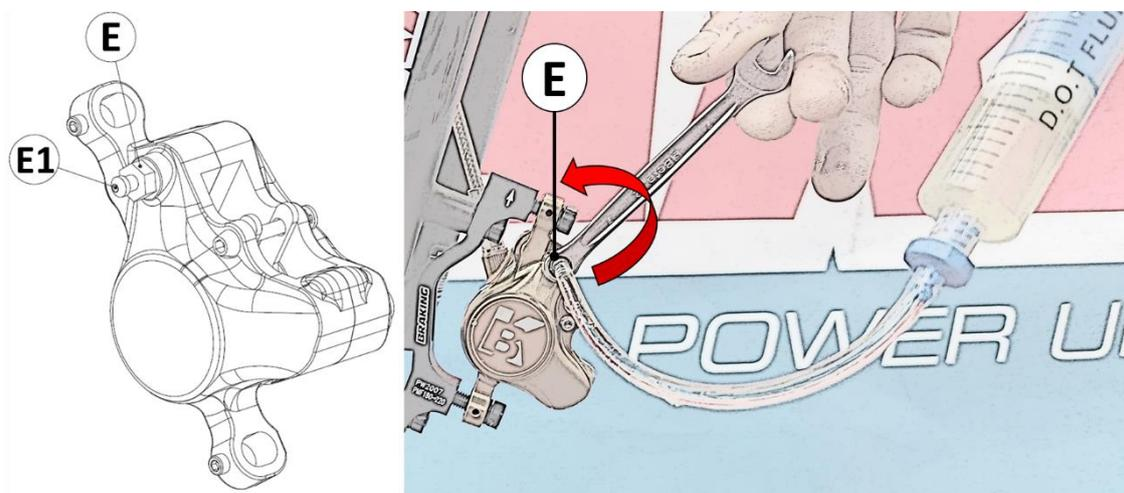

Figura 33: Spurgo con nipplo in pinza
- 6) Collegare l'estremità forata **E1** del nipplo di spurgo **E** ad una siringa da 100cc piena di olio DOT (**Figura 33**)